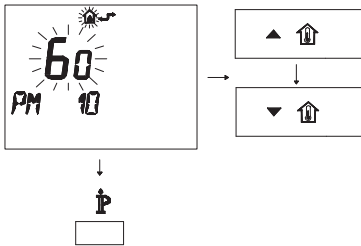

Figura 5.56
- Para modificar el punto de consigna programado, use los botones ▲ ⬆️ o ▼ ⬆️ y espere a que el número programado comience a parpadear (Figura 5.56).